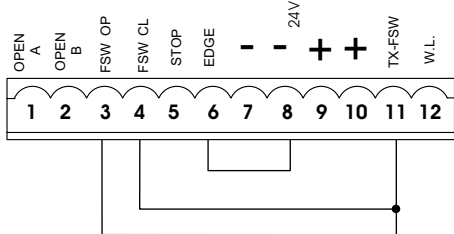

Fig. 33
N.B. Si on n'utilise aucun dispositif de sécurité, ponter les bornes d'après la fig. 33.
Nota bene: Si on ne connecte aucun dispositif de sécurité en ouverture, ponter les entrées OP et -TX FSW (fig. 33).
Nota bene: Si on ne connecte aucun dispositif de sécurité en fermeture, ponter les bornes CL et -TX FSW (fig. 33).
Nota bene: Si les dispositifs de sécurité bord ne sont pas connectés, ponter les entrées EDGE et -. (fig. 33).